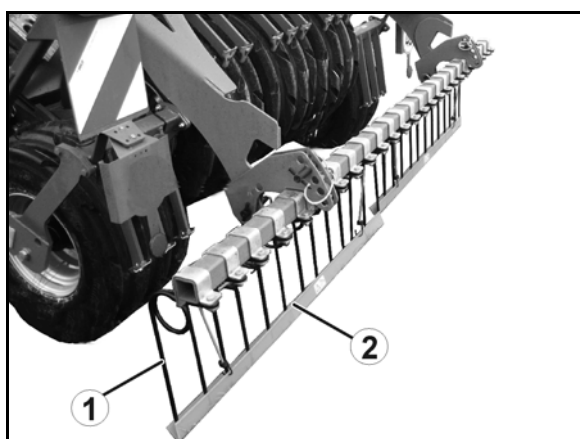

Bild 8
Bakharv (Bild 8/1):
- Trafiksäkerhetslist (Bild 8/2) för bakharven vid transport på allmän väg